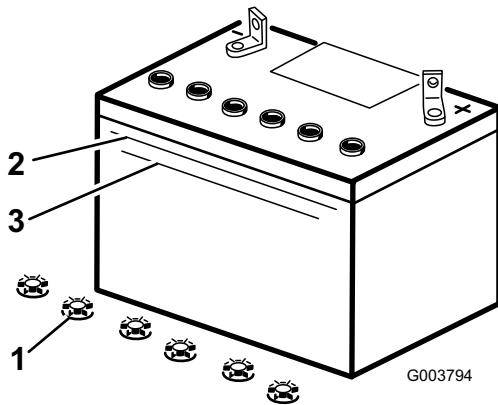

Figure 31
2. Observez le côté de la batterie. Le niveau de l'électrolyte doit atteindre le trait supérieur (Figure 31). Le niveau d'électrolyte ne doit pas descendre au-dessous du trait inférieur (Figure 31).
3. Enlevez les bouchons de remplissage de la batterie (Figure 31).
4. Versez de l'eau distillée avec précaution dans chaque élément jusqu'au repère supérieur (Figure 31) sur le côté de la batterie.
5. Attendez cinq à dix minutes après avoir rempli les éléments. Au besoin, ajoutez de l'eau distillée pour amener le niveau jusqu'au repère supérieur sur le côté de la batterie (Figure 31).